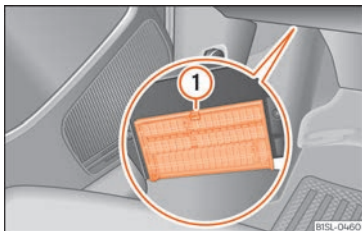

Fig. 83 Sota el tauler d'instruments del costat del conductor: tapa de la caixa de fusibles.
- *Obrir*: pressioneu la palanca de bloqueig »» **fig. 83** ① fins que sigui possible obrir la coberta. Abateu la coberta cap avall.
- *Tancar*: abateu la coberta cap amunt en la direcció contrària a la fletxa fins que quedi encastada de forma audible a la palanca de bloqueig ①.